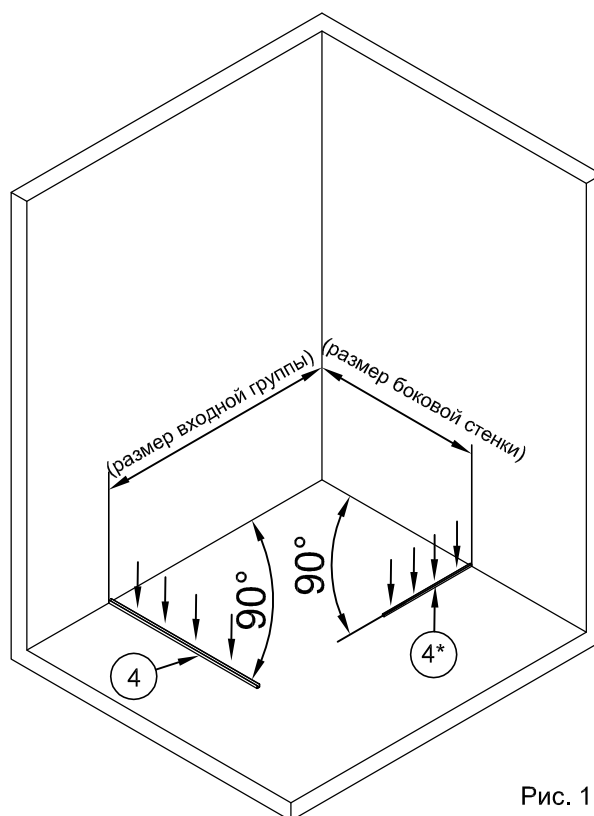

Рис. 1
Приставьте профили №4 и №4* до нужных стен под прямыми углами (рис. 1).
1.2. Карандашом или фломастером провести разметку мест сверления отверстий под дюбели, используя отверстия в профилях №4 и №4* для их крепления к полу (рис. 1).